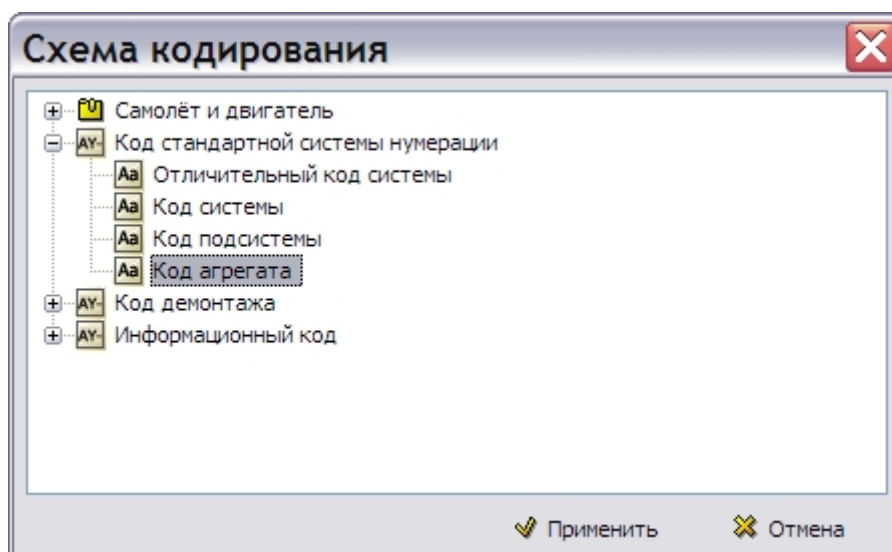

Рис. 4.19
7. В окне **Схема кодирования** из группы «Код стандартной системы нумерации» выберите поле кода **Код агрегата** (Рис. 4.19).